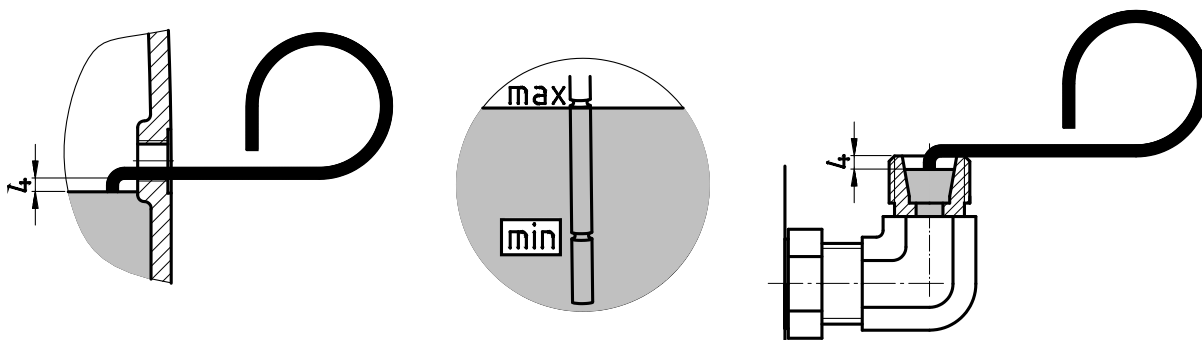

Figura 27: controllo del livello dell'olio con l'asticella di misura
3. Controllare il livello dell'olio nel riduttore con l'asticella di livello a corredo (cod.: 283 0050) come illustrato in Figura 27 (figura a destra e a sinistra). Durante l'operazione mantenere in posizione verticale la porzione di asticella immersa nell'olio.
Il livello dell'olio deve essere controllato con il tappo munito di asticella di livello (filettatura G1¼) all'interno del serbatoio di livello dell'olio. Con l'asticella di livello completamente avvitata, il livello dell'olio deve essere compreso tra le tacche inferiore e superiore, vedere Figura 27 (al centro). È consentito azionare questi riduttori solo nella posizione di installazione specificata nel capitolo 7.1 "Forme costruttive e posizione di montaggio".